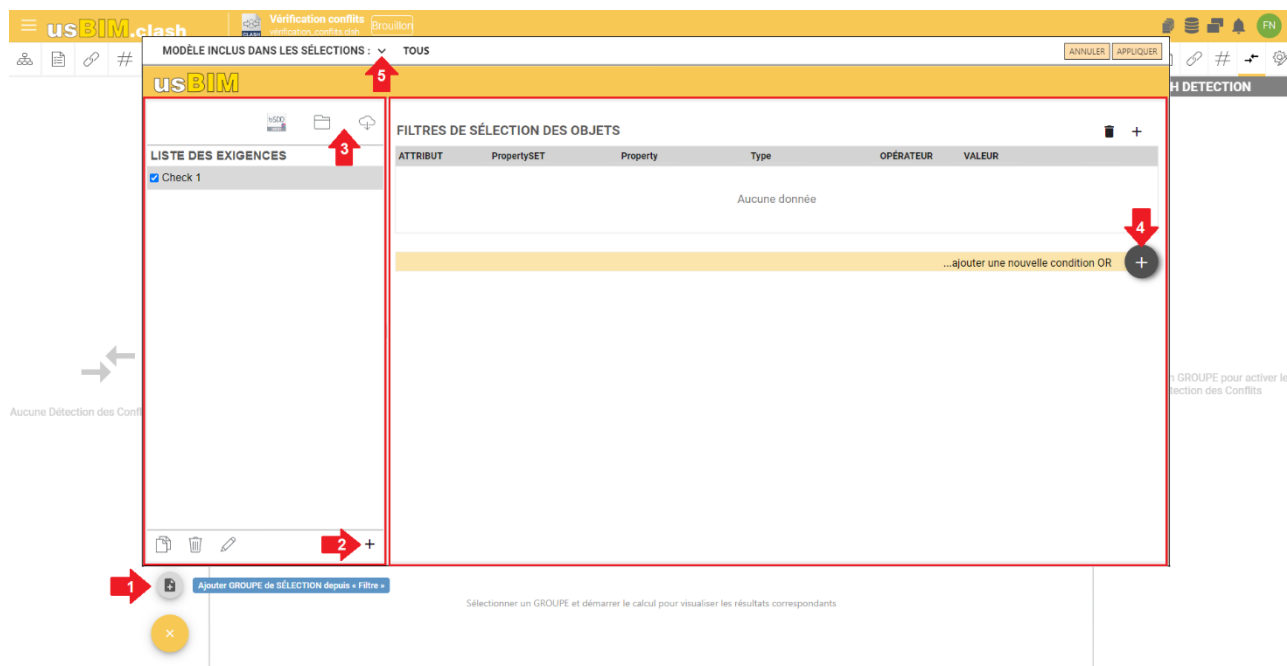

Figure 8. Groupe de sélection depuis Filtre
En alternative il est possible de créer des Groupes de sélection à partir d'un « Filtre » (flèche 1 Figure 8). Après avoir saisi le nom du groupe, une nouvelle fenêtre s'ouvrira et sera composée de trois sections :
- Liste des exigences : permet de définir le nombre d'action à effectuer sur les modèles à vérifier. Plusieurs contrôles peuvent être ajoutés à la liste des exigences en cliquant sur le bouton « + » (flèche 2 Figure 8). Il est possible d'importer/d'exporter des modèles de listes d'exigences (flèche 3 Figure 8). Les contrôles peuvent être sélectionnés/désélectionnés afin de laisser à l'utilisateur la liberté de définir différents scénarios, dans le cas où plusieurs contrôles sont sélectionnés l'opérateur logique AND entre en jeu (implique la validation des deux propositions)
Il est possible de caractériser les filtres de sélection avec l'opérateur logique OR (satisfaction d'au moins une de deux ou plusieurs opérations) (flèche 4 Figure 8).
- Modèles inclus dans les sélections (flèche 5 Figure 8) : permet d'indiquer sur quels modèles appliquer les filtres définis.